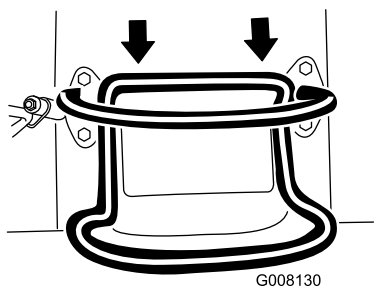

Figura 11
- Para desplazarse hacia atrás, mueva el control de tracción hacia atrás (Figura 11).